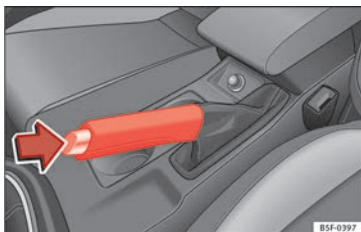

Fig. 196 Frein à main entre les sièges avant.
- Serrez le frein à main à fond en tirant le levier vers le haut » **fig. 196**.
- Soulevez légèrement le levier du frein à main, appuyez sur le bouton de déblocage dans le sens de la flèche » **fig. 196** et abaissez le levier au maximum » **△**.